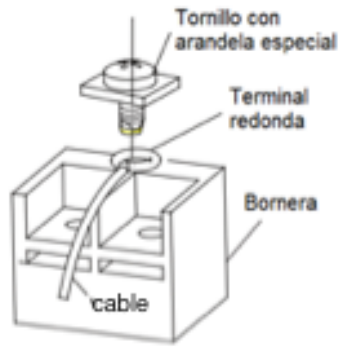

Figura 37
- 4) Coloque el cable de terminal redondo y vuelva a colocar y apriete el tornillo de borne con un destornillador (Figura 37).